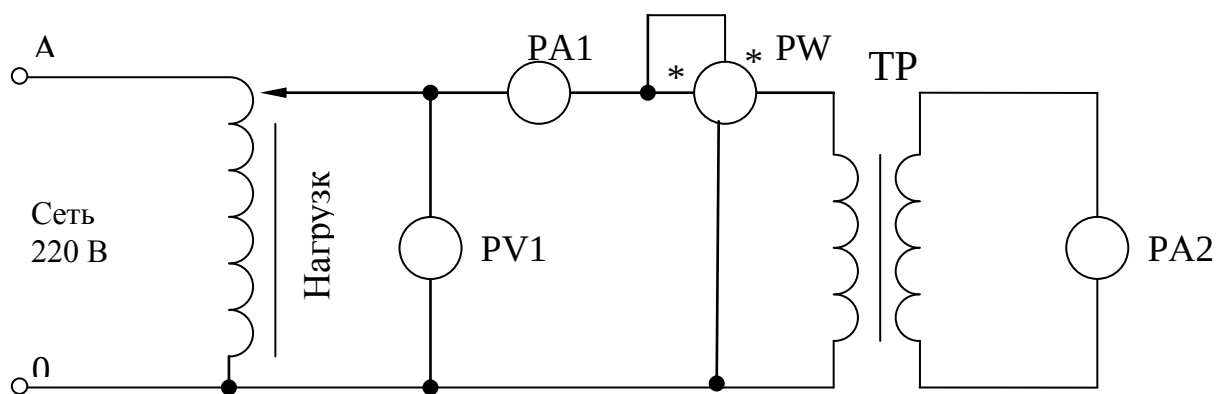

Рис.3. Электрическая схема опыта короткого замыкания трансформатора
Опыт выполняется следующим образом. Собрать схему опыта короткого замыкания, приведенную на рис. 3. Вычислить величину номинального тока в первичной обмотке трансформатора по формуле (6). Повернуть рукоятку автотрансформатора против часовой стрелки до отказа. Подать напряжение сети к автотрансформатору. Автотрансформатором подать к первичной обмотке такое напряжение U_1 чтобы в ней установился ток $I_1=I_{1H}$, и измерить при этом условии напряжение $U_K=U_1$ и мощность P_K подводимую к трансформатору. Показания приборов записать в табл. 2.